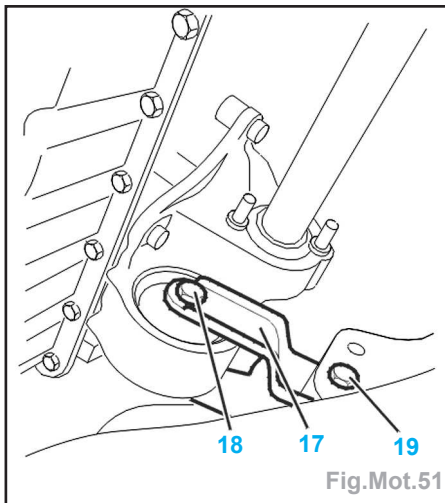

Fig.Mot.51
- la butée (5) : serrage à 3,2 daN.m,
- le pontet (4) : serrage à 2,15 daN.m.
- Reposer la biellette anti-couple (17) (Fig.Mot.51).
- la vis (18) à 5 daN.m,
- la vis (19) à 3,5 daN.m.